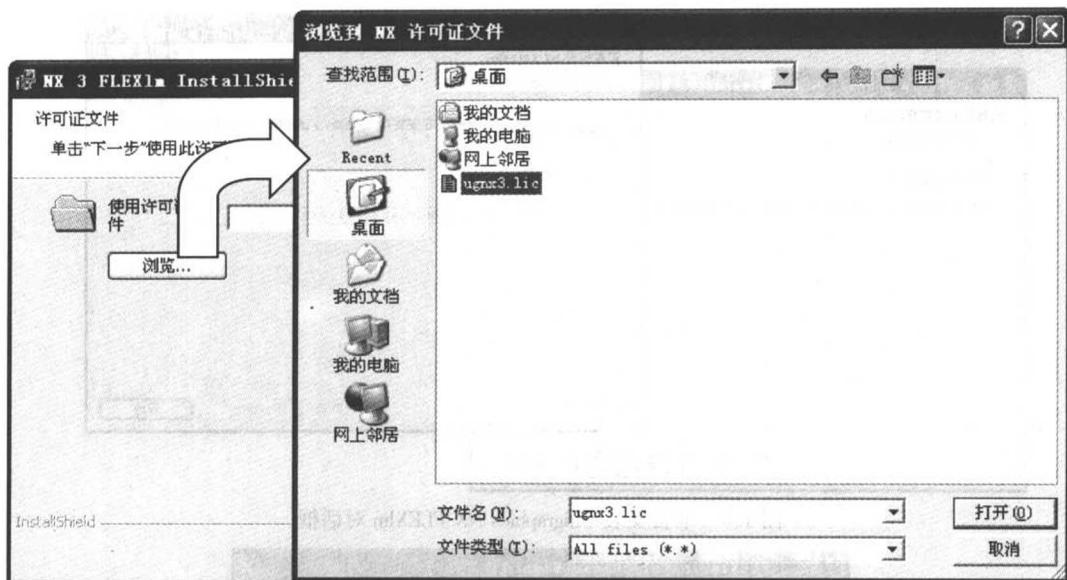
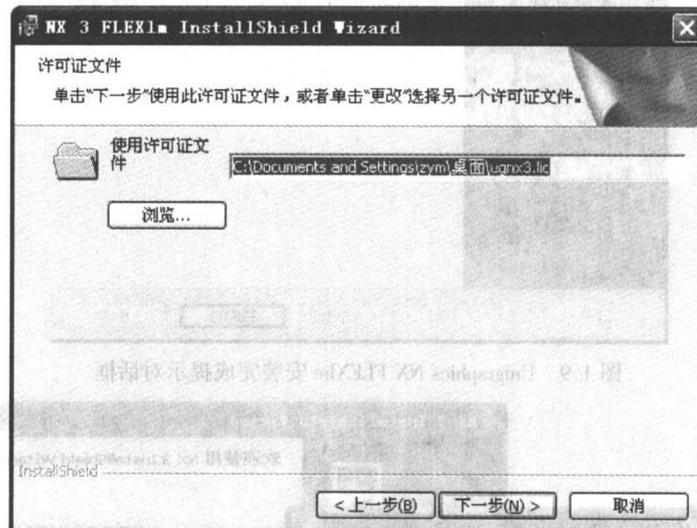

图 1.6 查找 NX 许可证文件
图 1.7 设置许可证文件为“ugnx3.lic”
- (5) 在图 1.5 所示的对话框中单击“下一步”按钮,打开如图 1.6 左图所示的对话框,单击“浏览”按钮,打开如图 1.6 右图所示的“浏览到 NX 许可证文件”对话框。
- (6) 在图 1.6 右图所示的对话框中找到在前面修改并保存的“ugnx3.lic”文件,单击“打开”按钮,返回到如图 1.7 所示的对话框。
- (7) 在图 1.7 所示的对话框中单击“下一步”按钮,打开如图 1.8 左图所示的对话框,单击